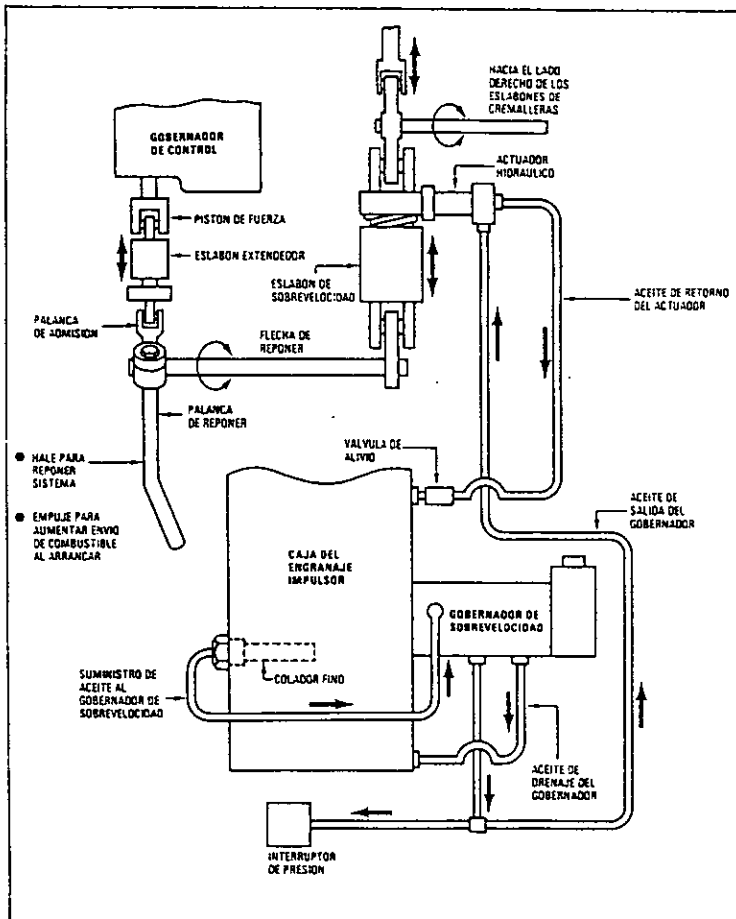

Figura 73. Diagrama esquemático del gobernador de sobrevelocidad.
- La baja presión de aceite de salida puede deberse a desechos en la válvula de alivio del gobernador de sobrevelocidad; en la válvula de alivio de retorno del aceite lubricante o en el colador de suministro de aceite a la caja de engranes del impulsor del gobernador. Detenga el motor diesel, remueva y limpie el colador de aceite lubricante (ver figura 73).